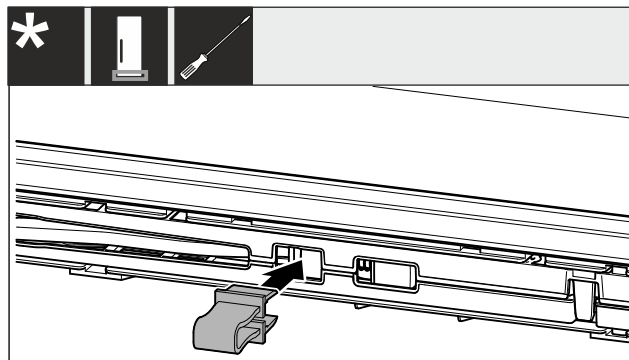

Fig. 4
- ▶ Varovalo zatakните v odprtino Fig. 4 ().